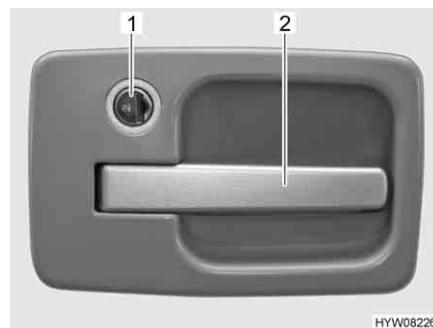

Fig. 16 Serratura della porta di ingresso, lato esterno
- Inserire la chiave nel cilindro della serratura (Fig. 16,1) e ruotarla sul simbolo . La serratura della porta è sbloccata.
- Tirare la maniglia della porta (Fig. 16,2). La porta è aperta.
- Inserire la chiave nel cilindro della serratura (Fig. 16,1) e ruotarla sul simbolo . La serratura della porta è bloccata.